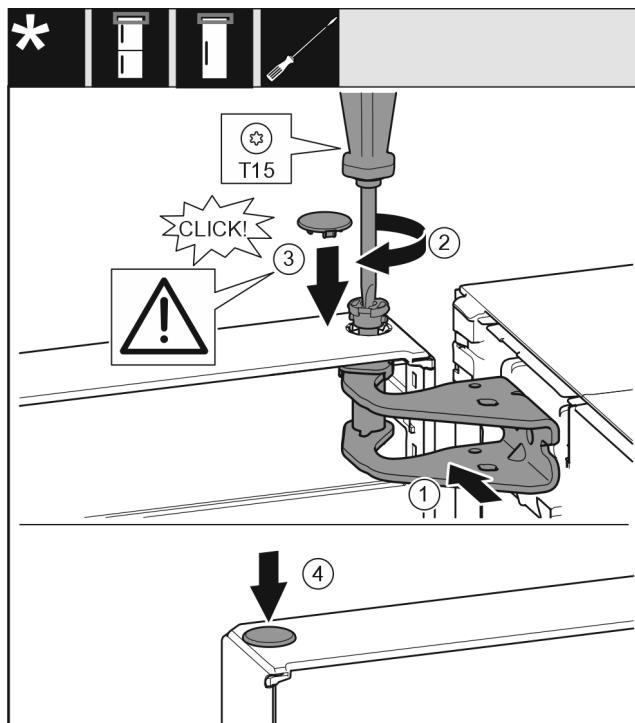

Fig. 18
- Vrata zgoraj naravnajte k odprtini v ležajnem podstavku. Fig. 18 (1)
- Vstavite sornik in ga privijte z izvijačem T15. Fig. 18 (2)
- Montirajte varovalni pokrov za varovanje vrat: Vstavite varovalni pokrov in preverite, če se nalega na vrata. V nasprotnem primeru sornike vstavite v celoti. Fig. 18 (3)
- Vstavite čep. Fig. 18 (4)